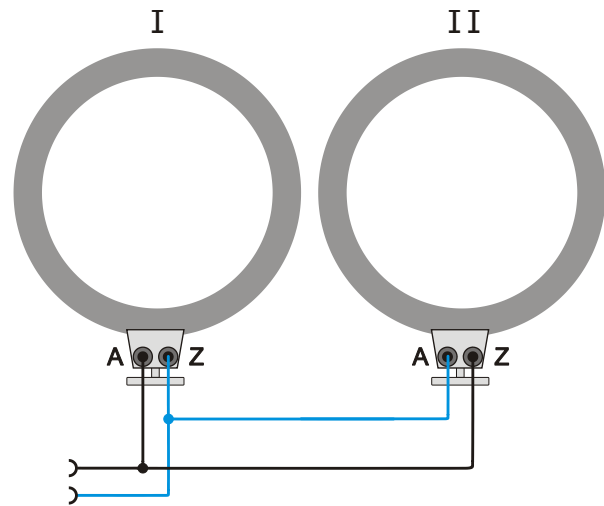

Fig. 3.2 Parallelschaltung
- Bei Parallelschaltung Buchse A der Spule 1 mit Buchse Z der Spule 2 und Buchse Z der Spule 1 mit Buchse A der Spule 2 verbinden (siehe Fig. 3.2).